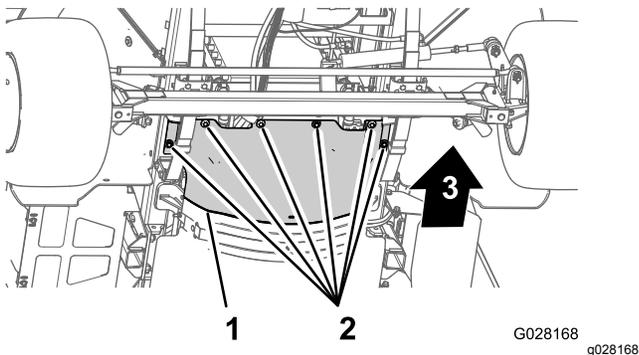

Figure 41
4. Retirez les 6 boulons à tête hexagonale et les 6 rondelles qui fixent le écran pare-chaueur avant au châssis et déposez l'écran (Figure 41).